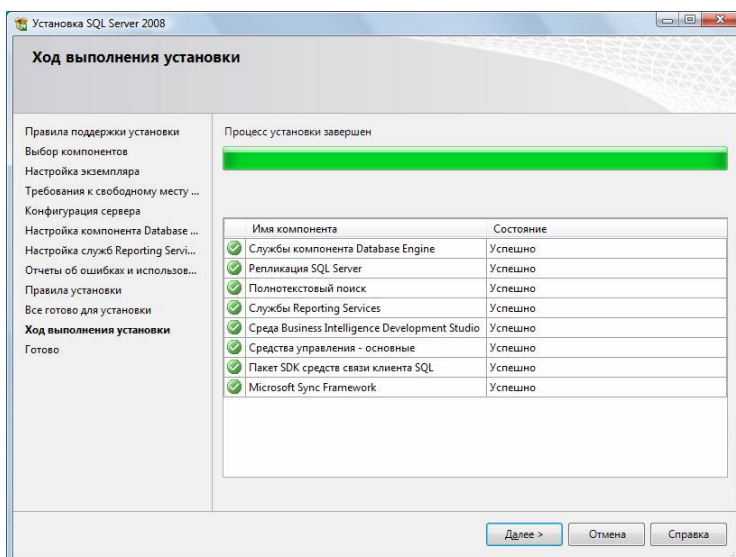

рис. 40
2.18 После завершения установки нажать кнопку «Далее» (рис.40):